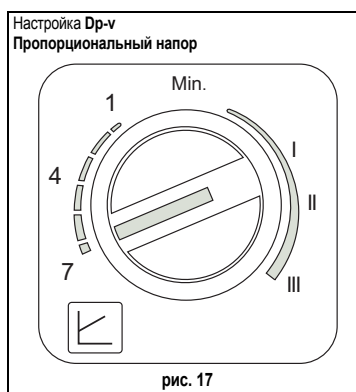

рис. 17
**- Настройка Dp-v пропорционального напора (рис. 17)**